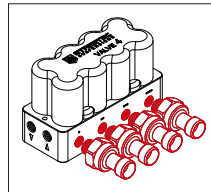

Abb. 2: Ventilblock
1. Montage direkt in den Ventilblock (Abb. 2)